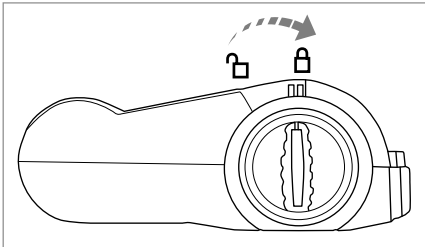

Abb. 9
- 5) Setzen Sie die Bürstenrolle **18** in die Bodendüse **16** ein und drehen Sie die Bürstenrollen-entriegelung **17** in Richtung des Symbols  (geschlossen) (Abb. 9).